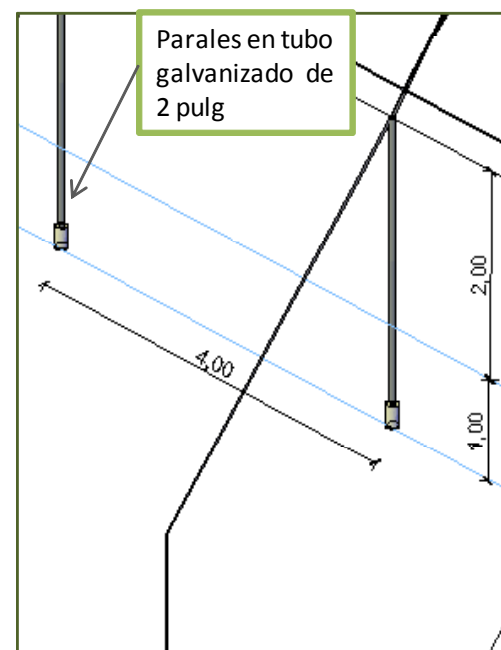

Fig. 7 Detalle lateral. Distancia entre paral y paral
8.- Los parales son de tubo galvanizado de 2 pulg (Fig. 7)